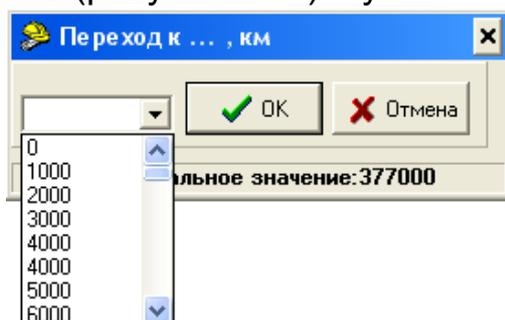

Рисунок 2.20
- в списке километров найдите искомый километр на соответствующем участке (рисунок 2.20) и укажите его;